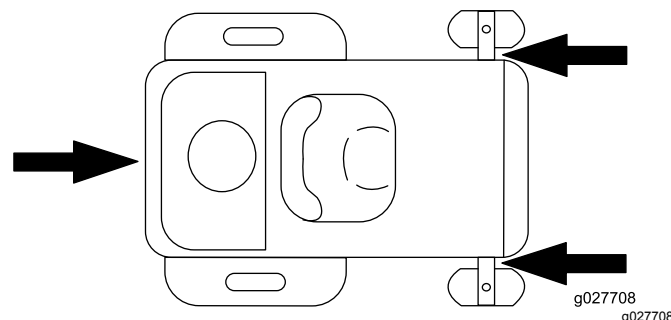

Figura 19
5. Amarre la máquina junto a las ruedas giratorias delanteras y el guardabarros trasero (Figura 19).